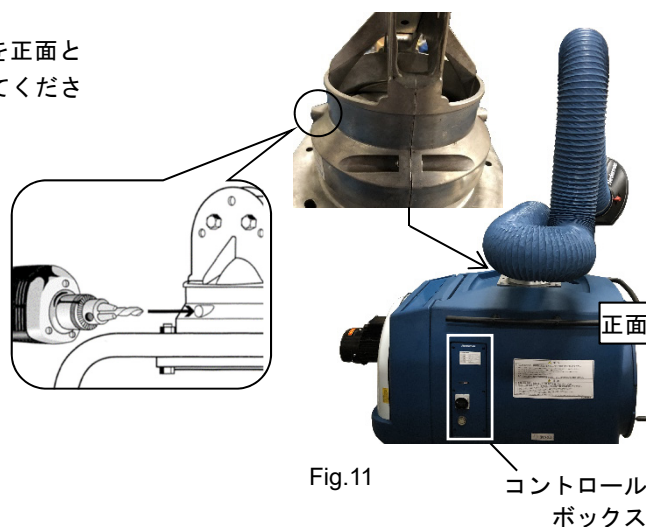

Fig.11
1. スイベルの使用方向(コントロールボックスがついている側)を正面とし、左側のストッパー取付箇所にドリル(Φ12)で通し穴を開けてください。(Fig.11)